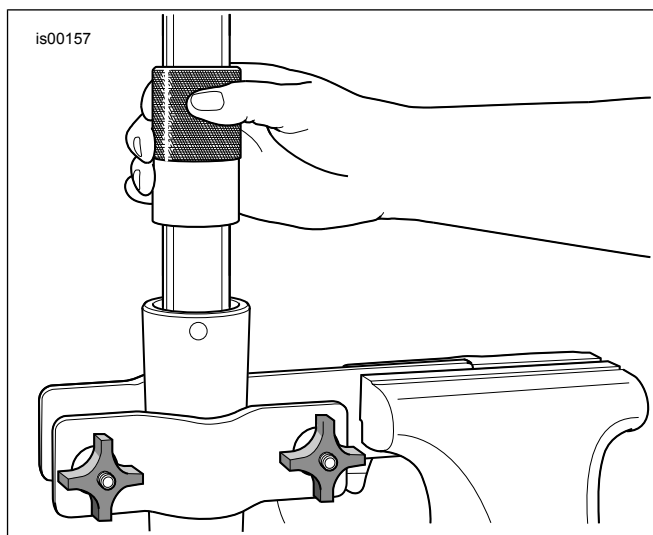

Figure 7. Installer le joint d'étanchéité d'huile de fourche
12. Enduire Diamètre intérieur (ID) et Diamètre extérieur (OD (DE)) de la douille de fourreau (E) avec de l'huile de fourche propre.
14. Faire glisser le joint d'écartement (D) dans le tube de fourche jusqu'à ce qu'il entre en contact avec la douille de fourreau (dans les deux sens).
15. Enduire ID du **nouveau** joint d'étanchéité d'huile de la fourche (4) avec de l'huile de fourche propre.
16. Enduire le OD (DE) du joint d'étanchéité d'huile de la fourche de graisse pour joints Harley-Davidson.
18. Voir la Figure 7. Procurez-vous l'outil pour joints et douilles de fourche (HD-45305) et procédez comme suit :
- b. Voir la Figure 7. En utilisant l'outil tel un marteau, enfoncer le joint d'étanchéité d'huile de la fourche (avec le joint d'écartement et la douille du fourreau) dans le tube de la fourche jusqu'à ce que la rainure du clip de retenue soit visible dans le diamètre intérieur du fourreau de la fourche ID.